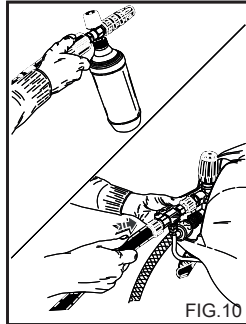

FIG.10
APLICAÇÃO DO KIT DE ASPIRAÇÃO DE DETERGENTE (Acessório opcional) (Fig. 10).
2) Retire a extensão da pega e insira a lança dupla ou a lança com cabeça regulável, accione a máquina de jacto de água a alta pressão, active o comando de aspiração do detergente presente na lança (fig. 10 - 12) e percorra a superfície a lavar agindo de baixo para cima.